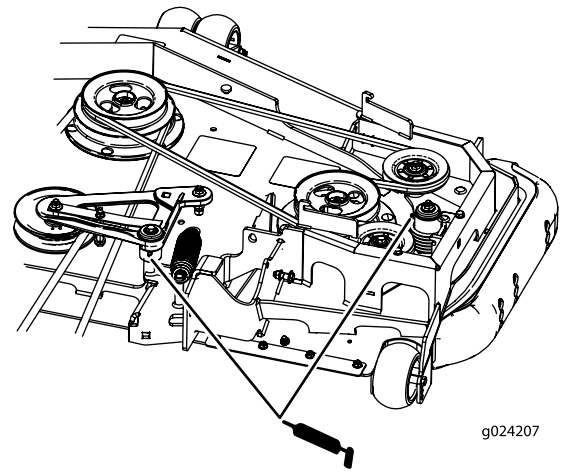

Figure 53
5. Graissez les bras de la poulie de tension de la courroie du plateau de coupe (modèles à éjection arrière seulement) comme montré à la Figure 53.